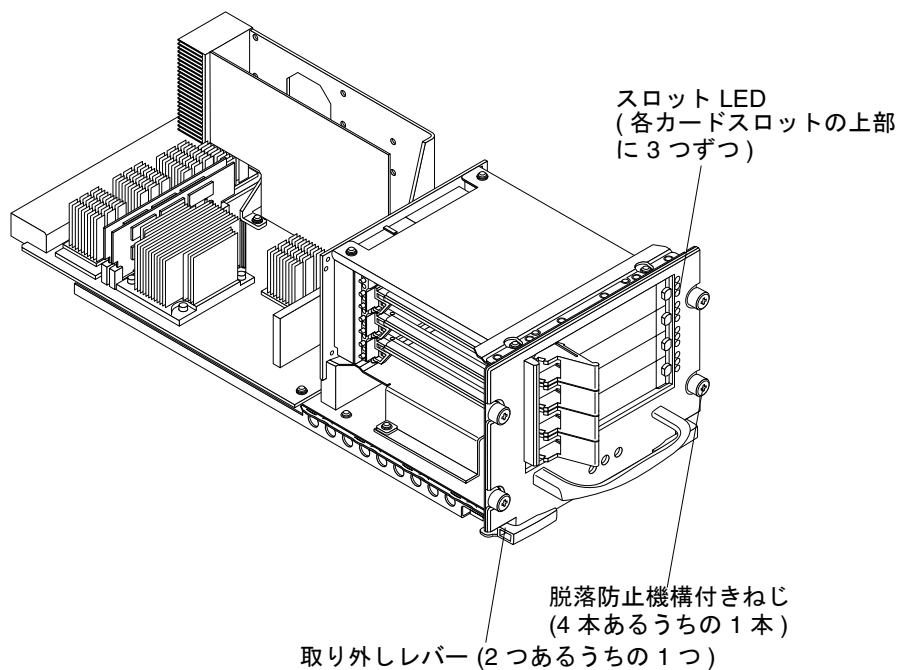

図 2-3 Sun Fire Link アセンブリ
3. 4 本のプラスの脱落防止機構付きねじを緩めます (図 2-3)。
7. 4 本のプラスの脱落防止機構付きねじを締めます (図 2-3)。
Sun Fire Link アセンブリの各カードスロットには、3つのLED (スロットLED) があります (図 2-3)。スロット IB8 では、LED の位置はアセンブリの下部になります。スロット IB9 では、LED の位置はアセンブリの上部になります。表 2-2 に、このLED の機能を示します。